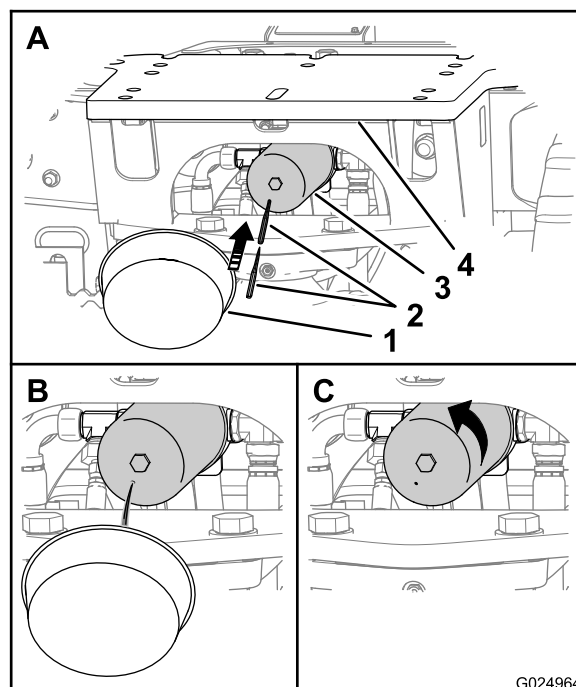

Figura 117
Nota: Potete accedere al filtro di ritorno idraulico da sotto la piastra di attacco posteriore della macchina (Figura 117).
1. Mettete un contenitore sotto il filtro di ritorno idraulico (Figura 117).
2. Punzonate la base del filtro di ritorno idraulico e lasciate defluire il fluido idraulico restante nel contenitore (Figura 117).
3. Ruotate il filtro di ritorno idraulico in senso antiorario e rimuovetelo (Figura 117).